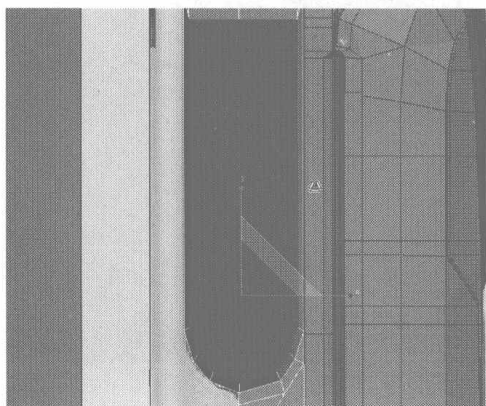
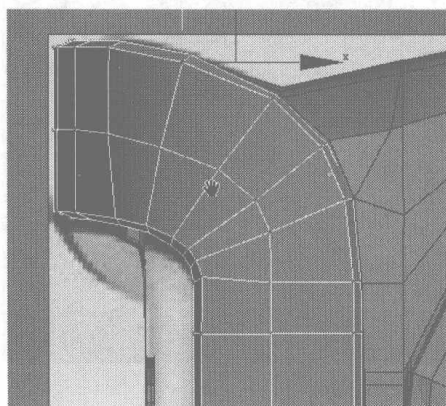

图 4.417
图 4.418
- 06** 在 Left 视图中将选择的面用缩放工具进行同比例缩小，如图 4.417 所示，并适当地调整其他的节点，如图 4.418 所示。